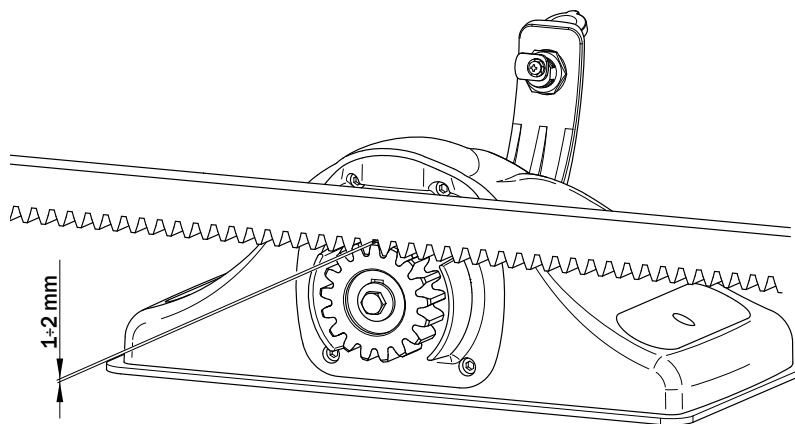

Fig. 2
- Con i finecorsa sono di tipo magnetico le frecce devono essere rivolte verso il centro della cremagliera (fig. 2).
- With magnetic limit switches, the arrows must point towards the middle of the rack (fig. 2).
• Wenn die Endschalter magnetisch sind, müssen die Pfeile zum Zentrum der Zahnstange zeigen (Abb. 2).
- Si les fins de course sont de type magnétique, les flèches doivent être orientées vers le centre de la crémaillère (fig. 2).